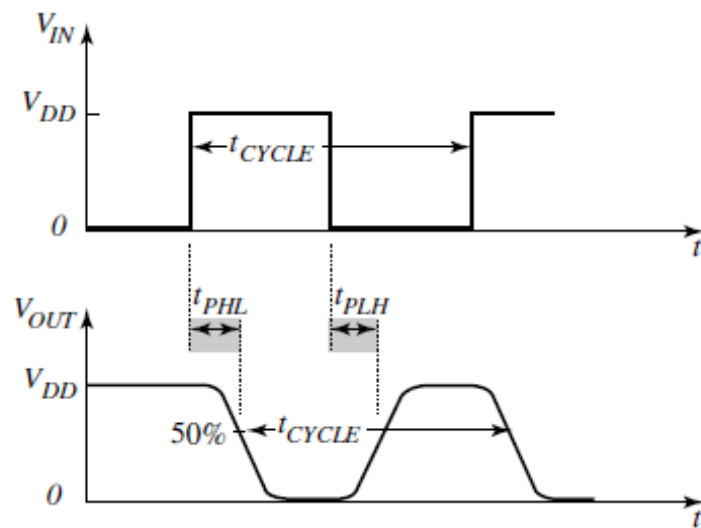

Figura 3. Retardos de propagación
- A continuación se medirán sobre esta gráfica los **tiempos de retardo t_{PLH} y t_{PHL}** . Hay que medir entre el punto medio de los flancos de entrada y salida, tal como refleja la Figura 3. Se recomienda el uso de los **cursores**. Para medirlos mejor, puede hacer un *Zoom* de la zona de los flancos.